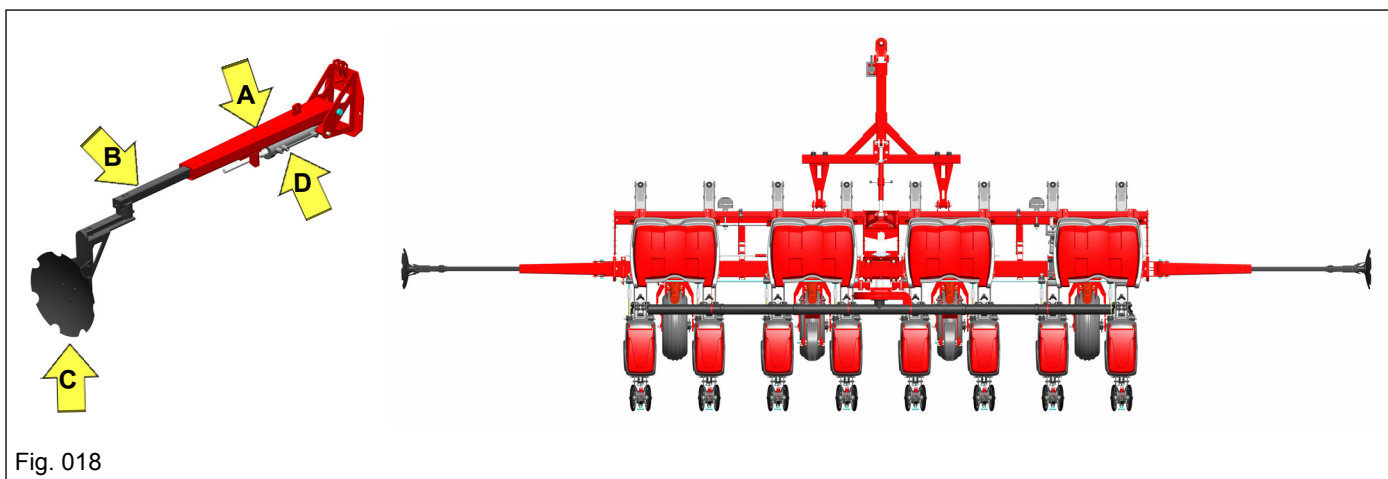

Fig. 018
Antes de efetuar a regulagem do marcador de linhas é importante que conheça o seu funcionamento e dispositivos de regulagem. O marcador de linhas é composto um conjunto de braço direito e esquerdo "A", haste de regulagem "B", conjunto do disco marcador "C" e conjunto do cilindro hidráulico com suplemento da haste "D" (Fig. 018). O acionamento é efetuado através de mangueiras hidráulicas acopladas à válvula divisora de fluxo e cilindro hidráulico do marcador de linhas. A haste de regulagem "B" permite efetuar regulagens de abertura para atender a marcação da linha de plantio nos diversos espaçamentos. O conjunto do disco marcador "C" possui conjunto de castanhas dentadas que permitem a regulagem do ângulo de ataque do disco de corte para a marcação da linha de referência para o trator trabalhar.
a) Solte o parafuso “D” (Fig. 018) que fixa as castanhas dentadas ao suporte do disco marcador e haste do marcador;
b) Gire o disco marcador na posição desejada e aperte o parafuso “D” (Fig. 018).